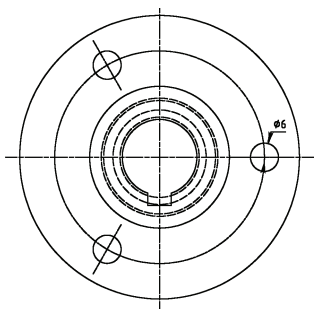

图 2-48 绘制 3 个均布的孔
9) 执行“中心线”命令下面的“过整圆的十字中心线” (amcencrfullcircle) 子命令，选择圆心为中心点，输入直径为 45，选择“标准零件” (S) 选项，输入将要绘制零件的十字中心线的直径，数值为 6，输入 360 度中分布有多少条中心线，数量为 3，输入指定旋转角，角度为 360° ，将会出现“选择孔/螺纹孔”对话框，依次选择“孔→圆柱通孔→自定义通孔→输入公称直径 6→完成”，绘制三个直径为 6 的圆，如图 2-48 所示。